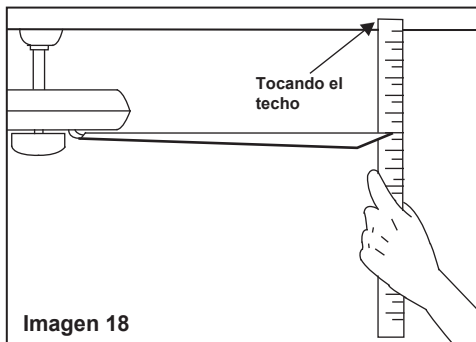

Imagen 18
2. La mayoría de los problemas de tambaleo del ventilador son causados cuando los niveles de las aspas son desiguales. Compruebe este nivel seleccionando un punto en el techo por encima de la punta de una de las aspas. Mida esta distancia como se muestra en la imagen 18. Gire el ventilador hasta que el siguiente aspa esté posicionada para la medición. Repítalo en cada aspa. La desviación de la distancia debe ser igual a un rango de 3,175 mm.